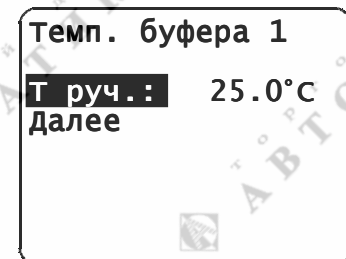

Рис. 25. Установка температуры вручную
- нажать кнопку \odot , подтверждая выбор значения буферного раствора – если в приборе установлен режим ручной термокомпенсации, то предлагается (см. рис. 25) задать значение температуры буферного раствора по показаниям лабораторного термометра, опция «Далее» предназначена для перехода к следующему окну нажатием кнопки \odot ;